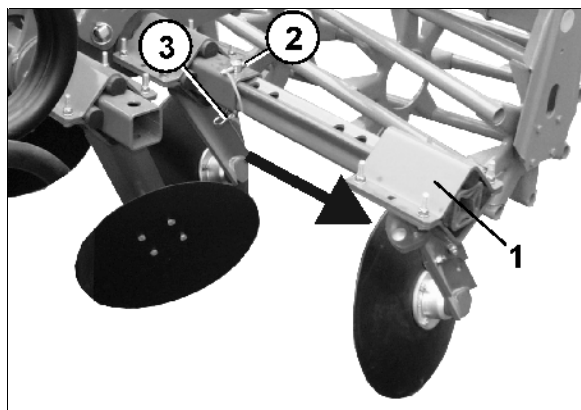

Fig. 34
Beide kantschijven (Fig. 34) in werkstand brengen:
- o kantschijven (Fig. 34/1) uittrekken en met insteekpen (Fig. 34/2) en overslagpen (Fig. 34/3) borgen.